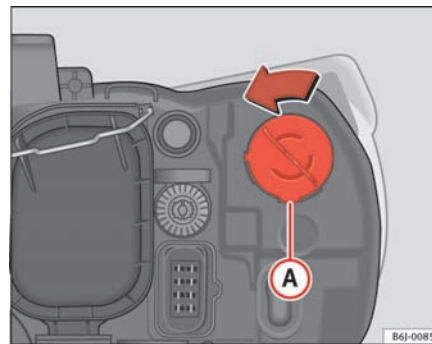

Fig. 131 Blinklys
- Drej fatningen ⇒ fig. 131 **A** mod venstre, og træk i den.